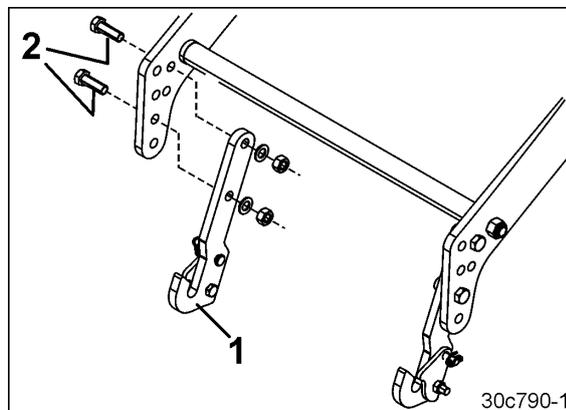

Fig. 88
1. Die Fanghaken (Fig. 88/1) mit jeweils zwei Schrauben (Fig. 88/2) am Hubrahmen befestigen.